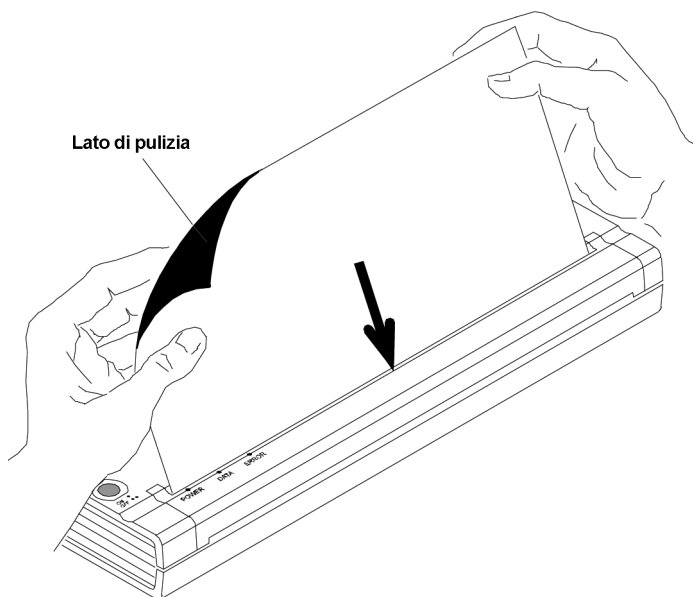

Figura 17. Inserimento del panno per la pulizia
4. Inserire il panno per la pulizia nero in dotazione con la stampante nella fessura di ingresso della carta con il lato nero ruvido contenente il materiale per la pulizia rivolto verso il retro della stampante. Vedere Figura 17.